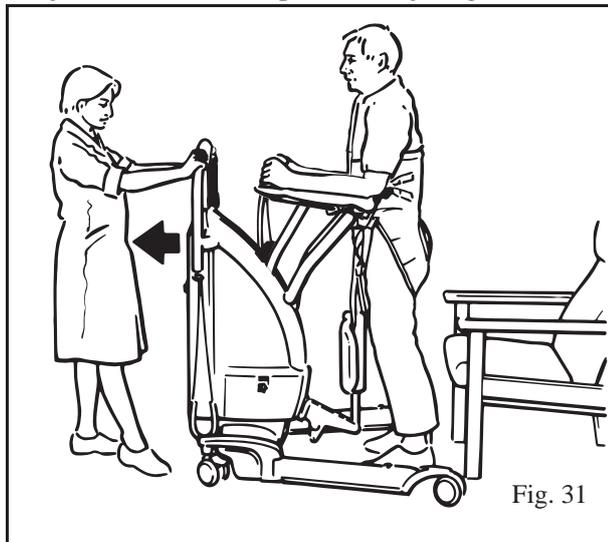

Fig. 31
8. Quando o paciente estiver de pé com confiança, libere os freios e empurre o elevador ligeiramente para longe do paciente, até que o Proactive Pad esteja afastado de suas pernas. (Veja Fig. 31)